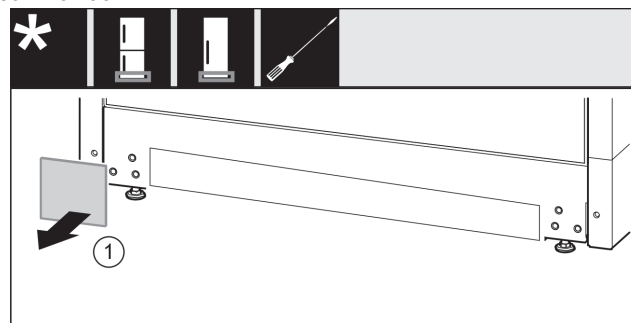

Fig. 31
- Noņemiet pārsegu Fig. 31 (1).